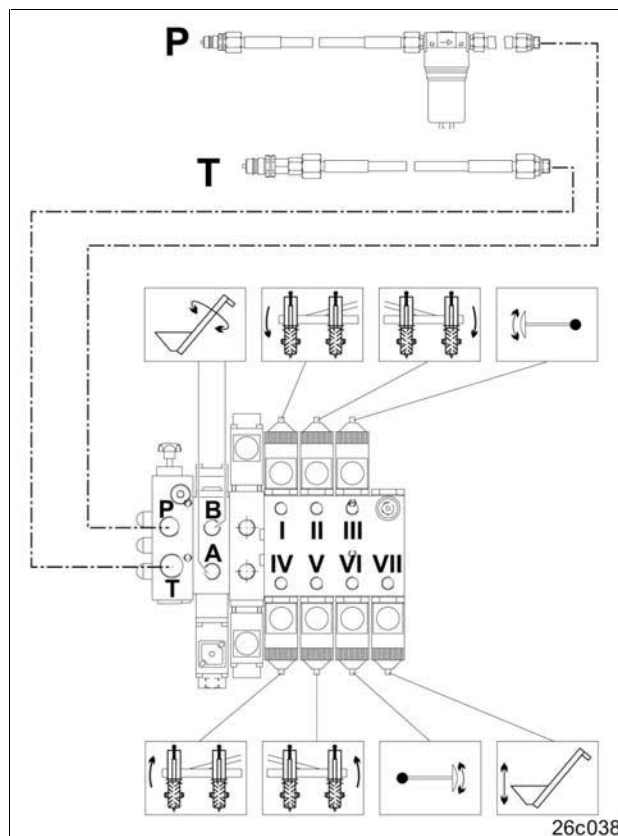

Рис. 57
- устройство управления простого действия для подключения напорной линии (Рис. 57/Р).
- 1 безнапорную обратную магистраль для подключения сливной гидролинии (Рис. 57/Т).